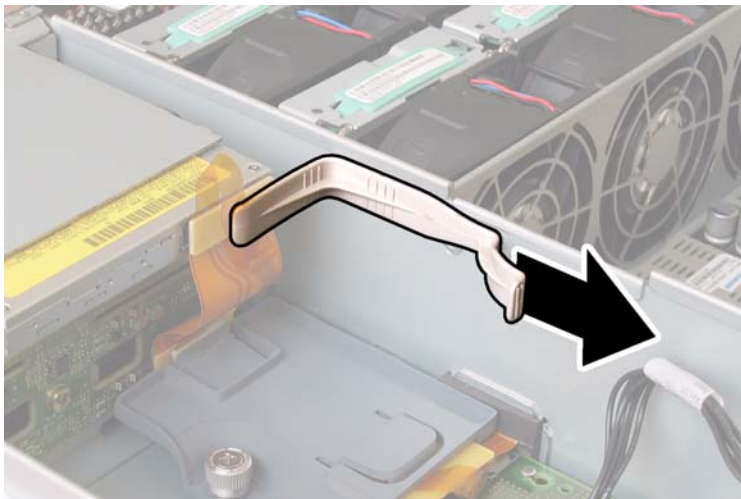

図 4-35 上部ケーブルリテーナの取り外し
9. 上部ケーブルリテーナをシャーシから取り外します。シャーシ背面に向かってリテーナを押し、シャーシ中央の壁にある開口部から取り外します。図 4-35 を参照してください。